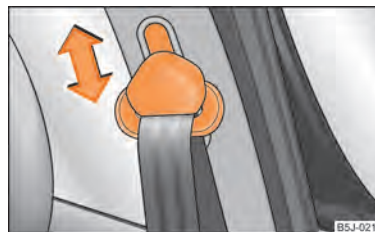

Fig. 95 Scaun față: Reglarea pe înălțime a centurii
- Pentru reglare apăsați dispozitivul de reglare și deplasați-l în sus sau în jos ⇒ fig. 95.